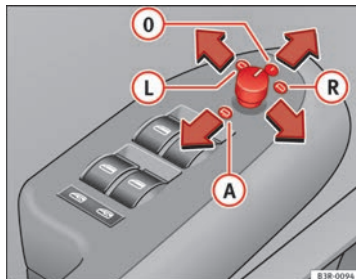

Fig. 104 Detalle del reposabrazos: Mando giratorio
- Gire el mando a la posición ⇒ fig. 104 **(L)** (retrovisor exterior del conductor) o a la posición **(R)** (retrovisor exterior del acompañante).
Al poner la marcha atrás, se inclina ligeramente hacia abajo la superficie del espejo, siempre que se haya conmutado a dicho retrovisor (mando giratorio en posición **(R)** ⇒ fig. 104). Esto permite ver el bordillo al aparcar el vehículo.